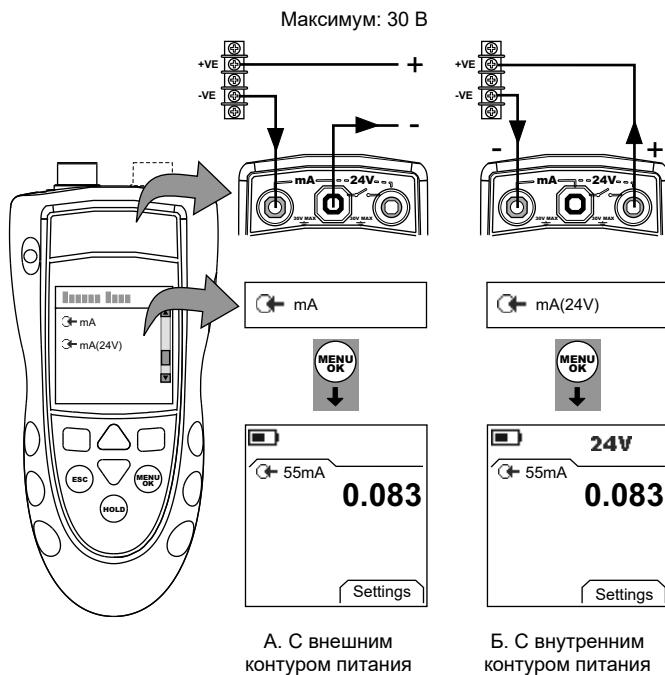

Рисунок 7: Пример конфигурации. Измерение mA
- Подключите прибор (Рисунок 7) и при необходимости отрегулируйте *Set Up* (*Настойка*) (Таблица 1).
1. Только DPI 802/802P. Подключите прибор к оборудованию калибровки (Рисунок 7).